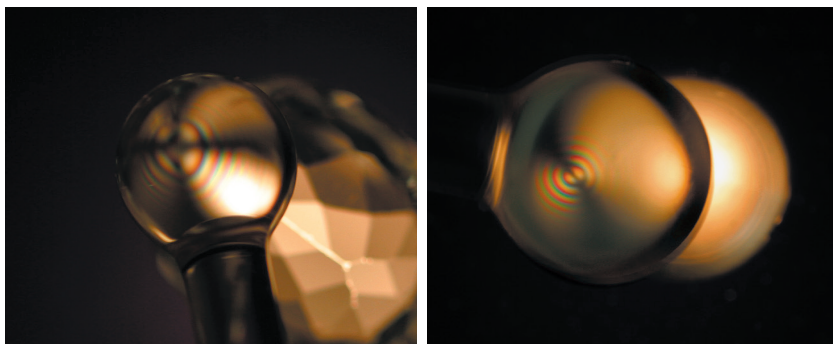

Figure 3. Figure uniaxiale type (à gauche) et figure biaxiale type (à droite).
6. Placez la sphère de figure optique au-dessus, à proximité ou au contact de la zone où les couleurs d'interférence sont les plus vives afin d'observer la figure optique (voir figure 2). Référez-vous aux caractéristiques usuelles des gemmes uniaxiales et biaxiales à la figure 3, page suivante.